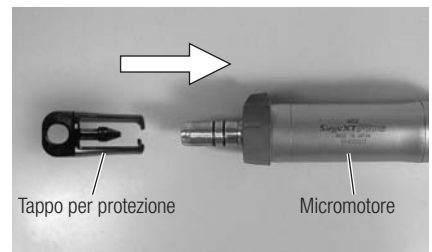

Fig. 23
- Montare il tappo per protezione sul Micromotore (Fig. 23).